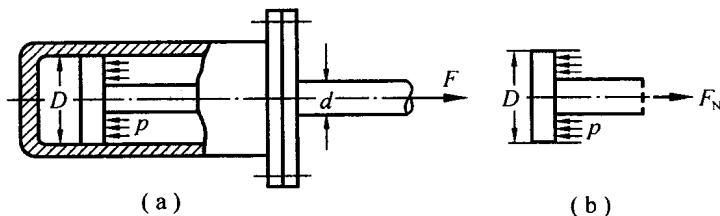

图 2-14
2.14 某铣床工作台进给油缸如图 2-14(a) 所示, 缸内工作油压 $p = 2 \text{ MPa}$, 油缸内径 $D = 75 \text{ mm}$, 活塞杆直径 $d = 18 \text{ mm}$ 。已知活塞杆材料的许用应力 $[\sigma] = 50 \text{ MPa}$, 试校核活塞杆的强度。
解 活塞杆的受力如图 2-14(b) 所示。由平衡条件 $\sum F_x = 0$, 可得其承受的拉力为 $F_N = p\pi(D^2 - d^2)/4$, 因而活塞杆的应力为